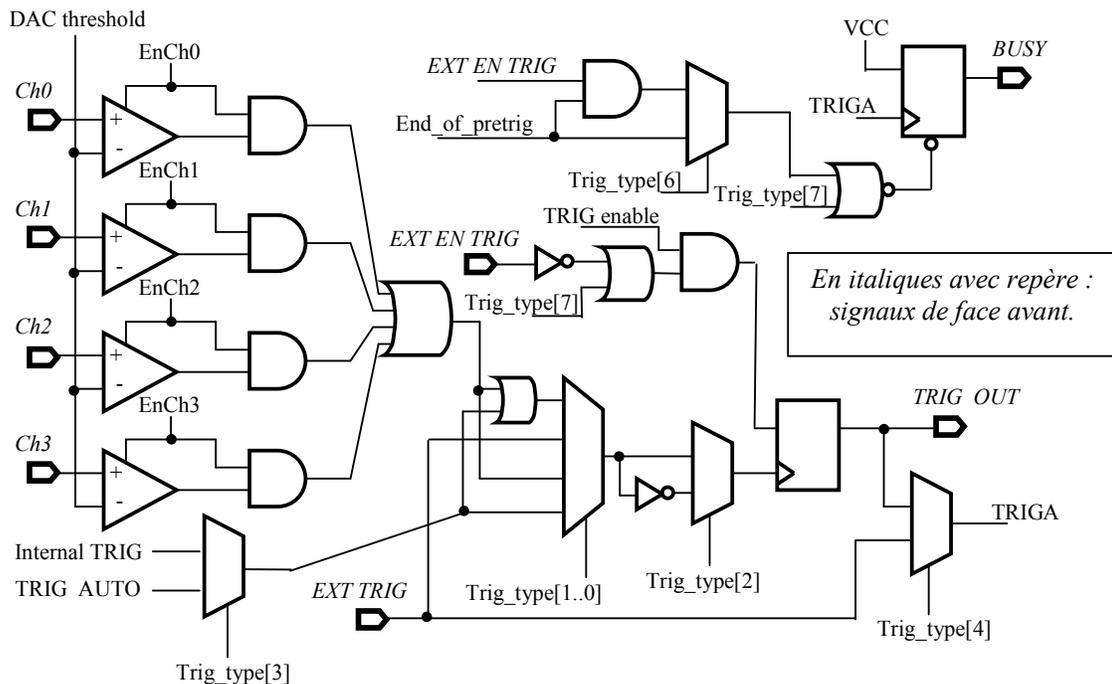
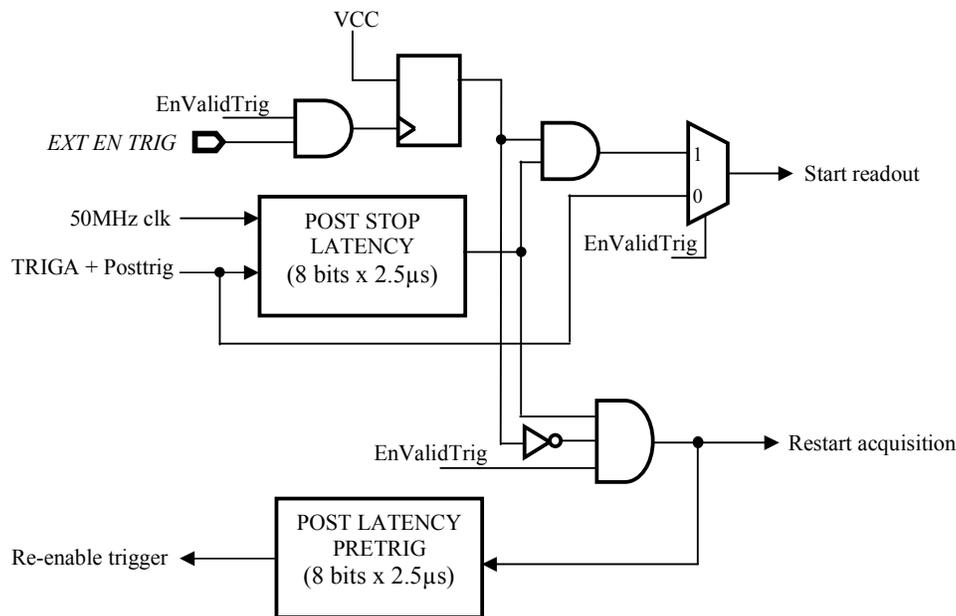

Fig 3b : description simplifiée de la chaîne de sélection de déclenchement.
Fig 3c : description simplifiée du système de validation de déclenchement.
* II.1.d : mise à jour de la figure 3b.
- **Trigger externe** : signal de déclenchement externe entrant sur une prise LEMO (signal EXT_TRIG au niveau NIM). Ce signal peut être soit utilisé comme toute autre source de trigger avec choix de son front, soit exploité directement comme trigger asynchrone (front avant seul) dans le cas où on se sert des discriminateurs de plusieurs cartes pour produire à l'extérieur des cartes (via leur sortie TRIG_OUT) un trigger qu'on leur renvoie de façon synchrone (voir figure 3b). Ce mode est sélectionné par le bit 4 du registre TRIG_TYPE (voir IV.4).
Un résumé simplifié des modes de déclenchement de la carte est présenté en figure 3b.
Dans le cas où l'on voudrait valider les données mémorisées dans les puces MATAcq avant leur transfert dans la RAM, on peut utiliser l'entrée *EXT_EN_TRIG* pour introduire un signal de validation (voir figure 3c). Cela est particulièrement utile si le système produit un tel signal avec un retard supérieur à la profondeur d'échantillonnage ($2560/F_p$ soit $1,25\mu\text{s}$ à 2GS/s et $2,5\mu\text{s}$ à 1GS/s) et inférieur au temps de transfert dans la RAM ($650\mu\text{s}$) et cela peut ainsi permettre de réduire fortement le temps mort potentiel lié à la lecture. Dans ce cas, l'usage habituel du signal *EXT_EN_TRIG* (qui permet d'inhiber le trigger comme décrit sur la figure 3b) est modifié.